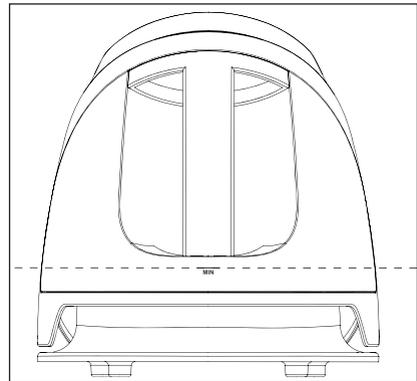

Abb. 1
- ▶ Sobald der Füllstand des Wassertanks **7** die Markierung **MIN** unterschreitet (siehe Abb. 1), wird kein Wasser mehr in die Dampfkammer gepumpt und die Dampfausgabe stoppt.